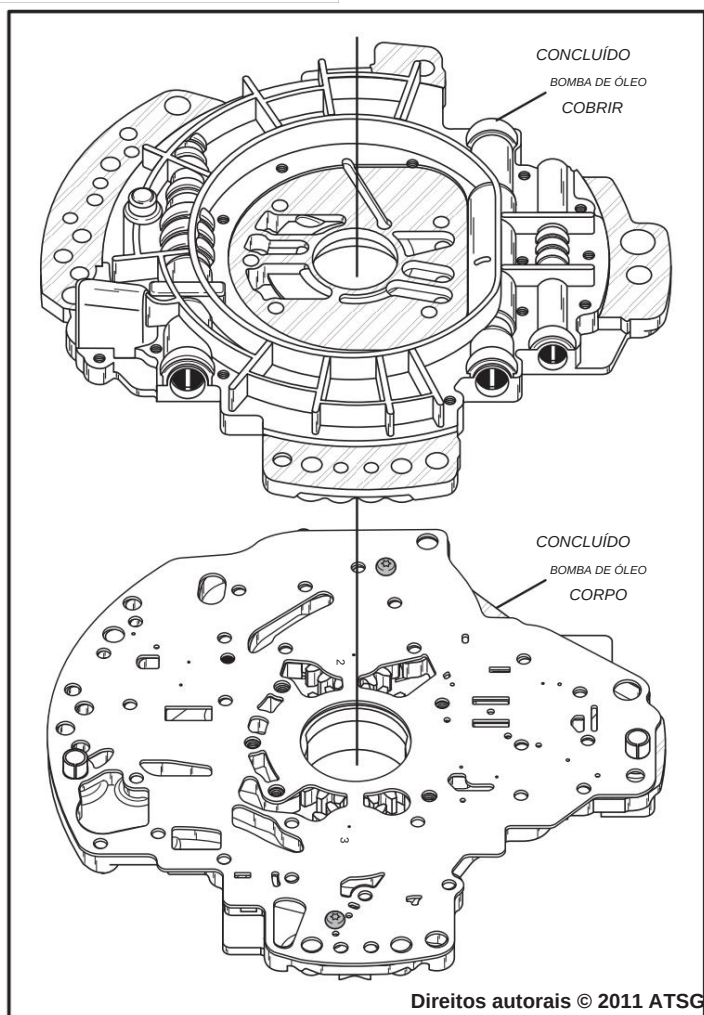

Figura 115
13. Instale a tampa da bomba de óleo concluída no corpo da bomba de óleo concluído e sobre os pinos de alinhamento, conforme mostrado na Figura 115.